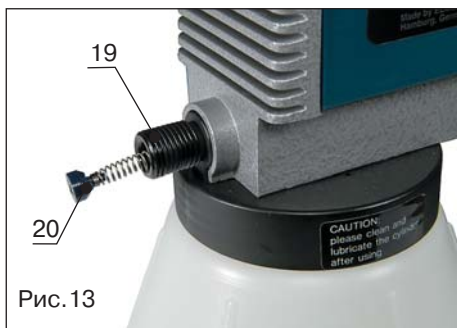

Рис. 13
3. Отсоедините гибкий удлинитель (поз.18, рис.14) от распылителя (поз.19, рис.13), поворачивая его против часовой стрелки.
4. Снимите клапан (поз.20, рис.13) распылителя с насосного устройства цилиндра и проверьте на износ.